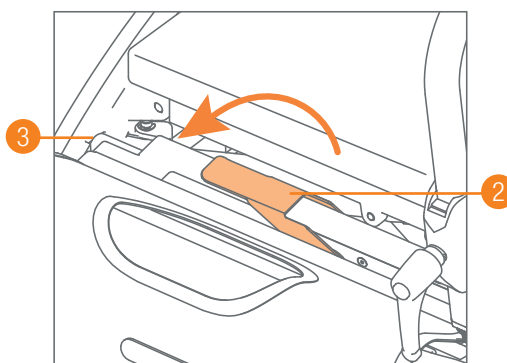

Figure 32: Verrouillage du kit chaise roulante.
- d. Poussez le levier rouge doucement vers le bas, pour verrouiller le kit chaise roulante. Cela provoque l'extension des boulons de fixation de sorte que le kit soit correctement sécurisé **(Figure 32)**. Vous pouvez maintenant marcher normalement avec votre déambulateur Rollz Motion.